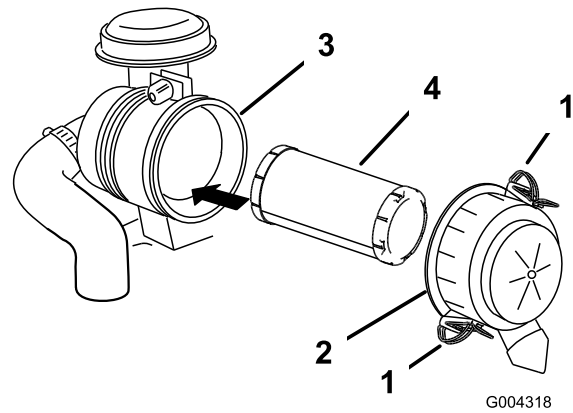

Bild 38
- Schieben Sie den Filter vorsichtig aus dem Luftfiltergehäuse heraus (Bild 38).
- Lösen Sie die Riegel am Luftfilter und ziehen Sie die Abdeckung von der Luftfilterabdeckung ab (Bild 38).